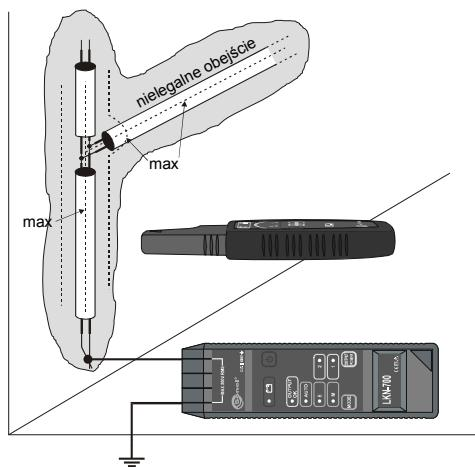

Рис.12 Обнаружение нелегальных обводов счетчиков электроэнергии – обвод в плоскости стены
- Перемещать головку приемника по бокам трассы легальной проводки. В месте ответвления провода уровень сигнала возрастает (Рис.12).
Если в схеме (Рис.12) удается включить режим „M+E”, то это значит, что один из проводов нелегального обвода заземлен. Тогда следует отключить от генератора заземление, которое позволяет включить этот режим.